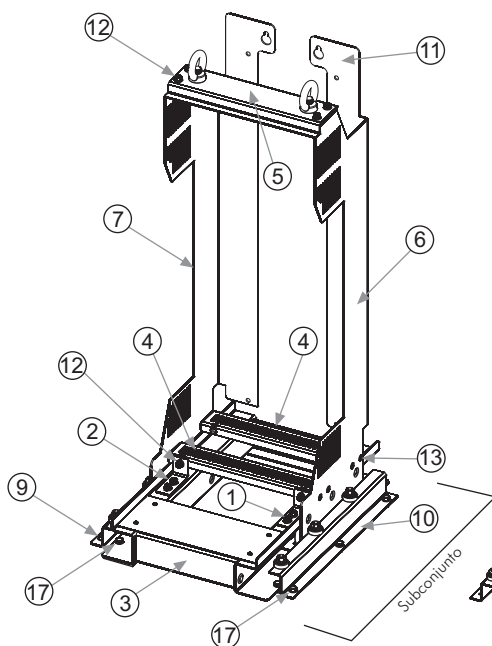
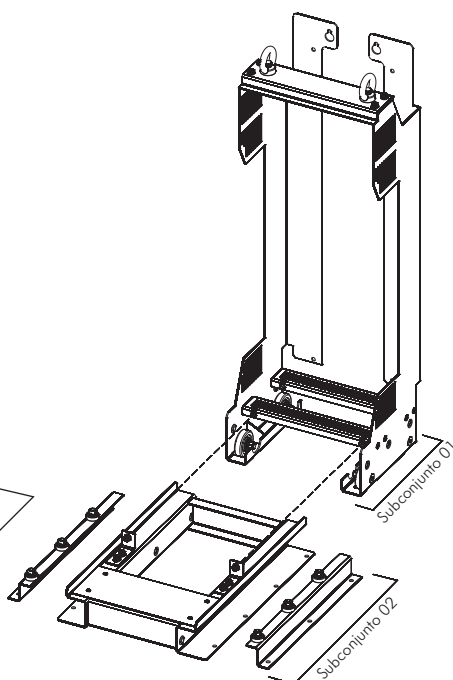
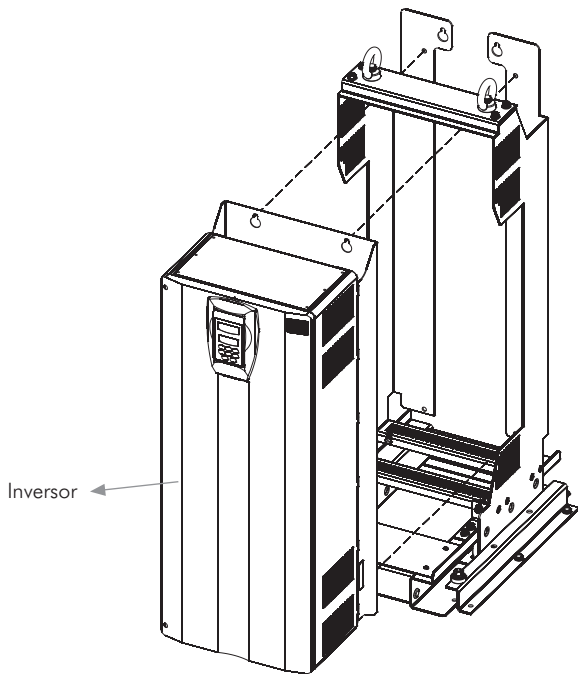
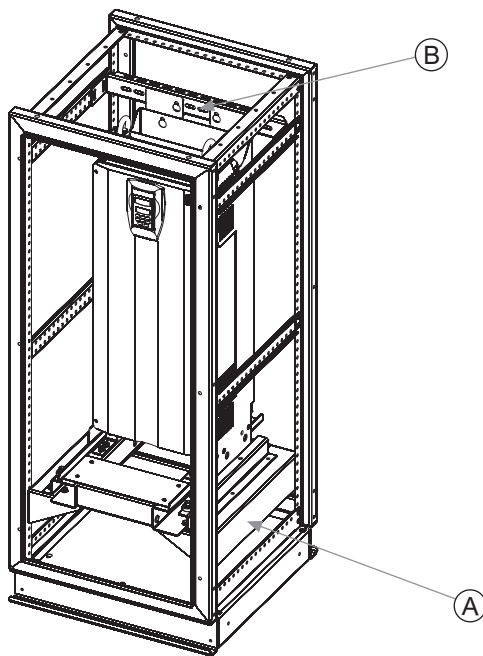

Figura 1: Conjunto de montagem do Kit KME - Mecânica 7
Figura 2: Fixação do subconjunto 01 ao subconjunto 02 - Kit KME - Mecânica 7
Figura 3: Fixação do inversor ao Kit KME - Mecânica 7
Figura 4: Fixação do Kit KME - Mecânica 7 ao painel
- Passo 1** Fixe com os parafusos M6x20mm (13) o guia do conversor esquerdo (6) e o guia do conversor direito (7) aos limitadores de percurso (4), figura 1;
- Passo 2** Fixe com os parafusos M8x20mm (12) o suporte dos olhais (5) ao guia do conversor esquerdo (6) e ao guia do conversor direito (7);
- Passo 3** Encaixe o subconjunto 01 guia do conversor ao subconjunto 02 da base guia para rolamentos (3), figura 2;
- Passo 4** Fixe com os parafusos M8x20mm (12) o suporte esquerdo (1) e o suporte direito (2) na base guia para rolamentos (3);
- Passo 5** Fixe com os parafusos M8x20mm (12) o limitador de percurso (4) ao suporte esquerdo (1) e ao suporte direito (2);
- Passo 6** Fixe o seu inversor da mecânica 7 ao Kit KME conforme a figura 3;
- Passo 8** Fixe com os parafusos M8X1,25X16 (17) o subconjunto do Kit KME na base de fixação (A), já instalada no painel elétrico, figura 4;
- Passo 9** Fixe o suporte de içamento (11) ao suporte de fixação (B), já instalado no painel elétrico, figura 4;
- Passo 10** Fixe com os parafusos M8X1,25X16 (17) o suporte de apoio lateral direito (9) e o suporte de apoio lateral esquerdo (10) na base de fixação (A), figura 1 e 4.
- Os suportes de fixação do painel elétrico, identificados por A e B na figura 3, não são fornecidos juntamente com o Kit KME. Estes devem ser projetados e construídos de acordo com as dimensões do painel e com os furos de fixação especificados. Ver figura 4.